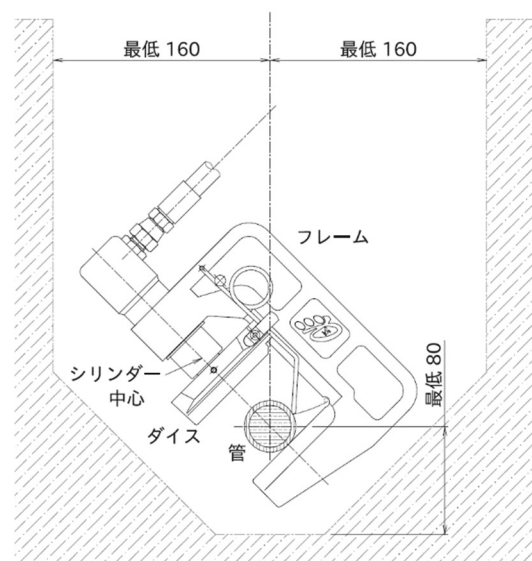

図. B-2
- 管が地中にある場合は、圧着部が入る分、周りを余分に掘ります。（図. B-2）